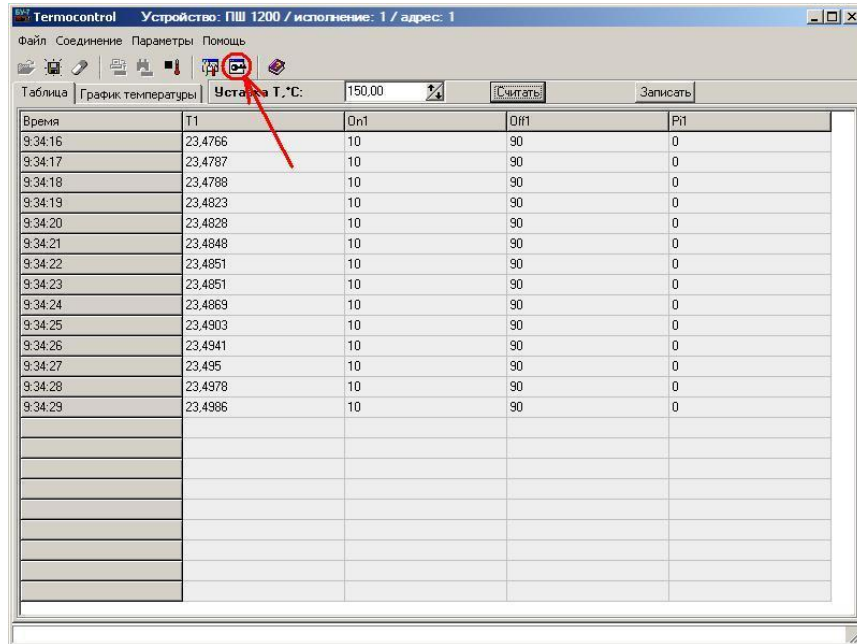
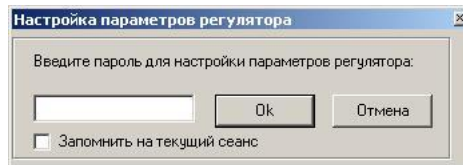

Рисунок 10 – Включение режима настройки печи ПШ 1200
Рисунок 11 – Ввод пароля для входа в режим настройки
2.5.6.6.3.1 Для входа в режим настройки необходимо нажать кнопку «Открыть окно настроек устройства» (см. рисунок 10). После нажатия этой кнопки появится окно для ввода пароля (см. рисунок 11).